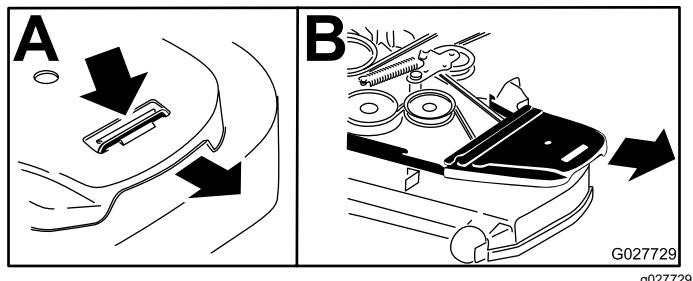

Figure 61
4. Déposez les protège-courroies (Figure 61).